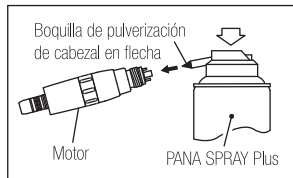

Fig. 6
- 2) Monte la boquilla de pulverización del cabezal en flecha en el conducto de la botella del pulverizador. (Fig. 6)